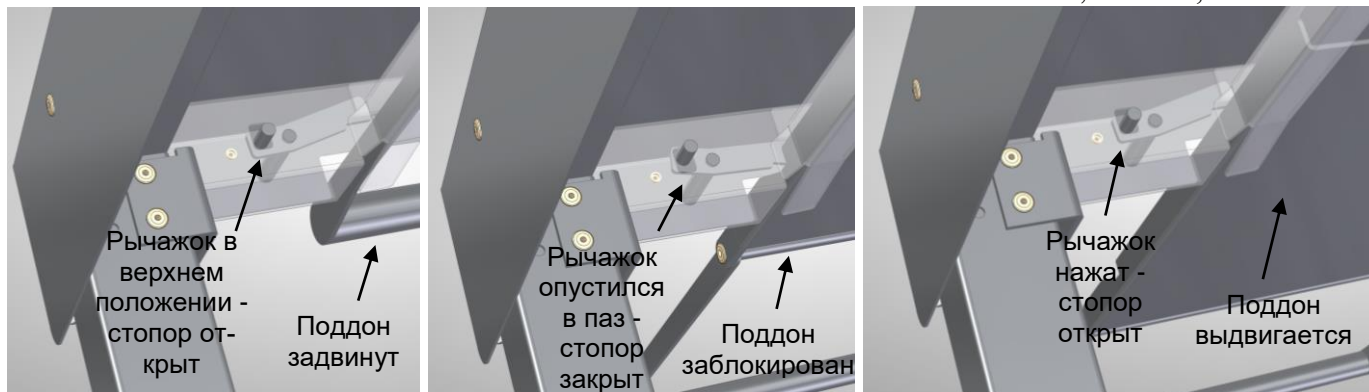

Рис. 3 Последовательность извлечения поддона
5.6 В случае намерзания льда на поддоне или необходимости мойки поддона необходимо извлечь его из-под стола, для чего необходимо (рис. 3):